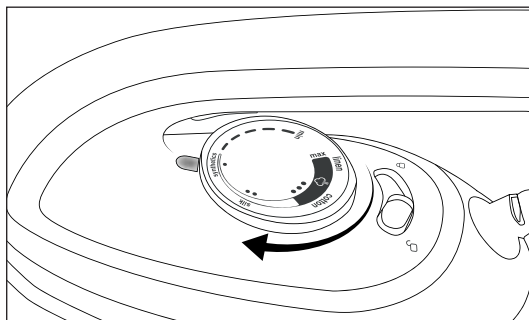

Fig. 7
- 3) Rotiți regulatorul de temperatură **3** și reglați astfel temperatura de călcare dorită (a se vedea fig. 7).